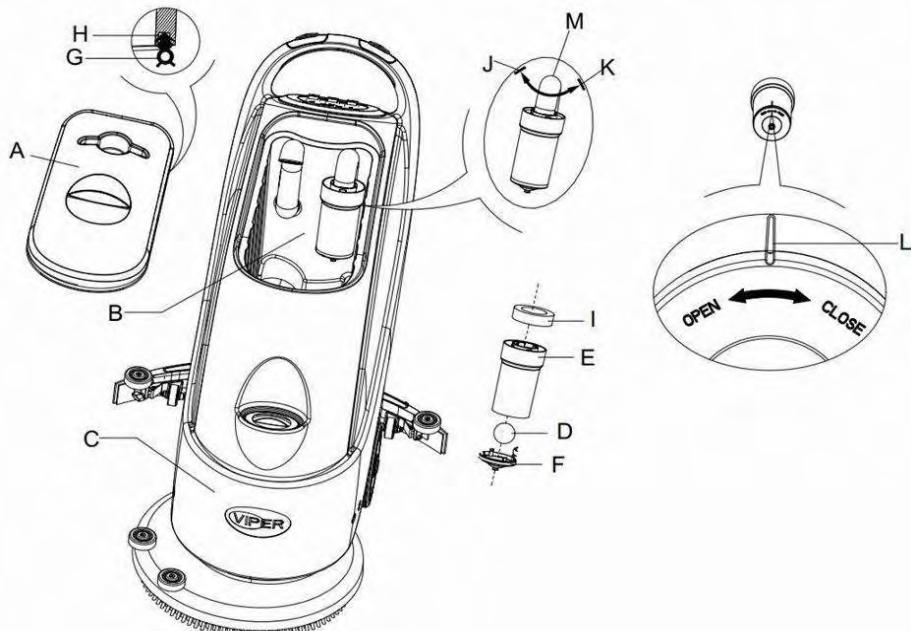

Рисунок 16
2. Нажмите кнопку включения питания (41) и установите ее в позицию “O” для отключение устройства.
3. Откройте резервуар для воды (A, Рисунок 16), и снимите поплавок устройства (36) из резервуара для грязной воды.
4. Используйте чистую воду для очистки крышки (A), резервуара (B и C), и опорной рамы фильтра-поплавка (E). Через отверстие трубы (15), слейте всю воду из резервуара.
5. При необходимости, возле символов “Open” и “Close” как показано на рисунке 16, отсоедините нижнюю крышку (F) от фильтра-поплавка и очистите поплавок (D), опорную раму (E), а также фильтр подушки (I). После очистки зафиксируйте фильтр-поплавок на опорной раме (E), а затем выровняйте паз (L) на нижней крышке (F) с пазом поплавкового фильтра (L) к опорной раме (E). Поверните нижнюю крышку (F) с точкой фильтра-поплавка и закрепите плотно фильтр к подушке (I) на опорную раму фильтра-поплавка (E), а затем на Вакуумную трубку (M).
6. Проверьте герметичность уплотнительного кольца (G) крышки резервуара с водой..